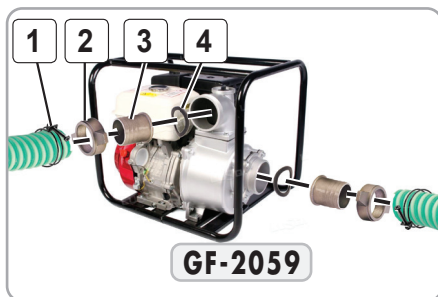

Fig.5
- pentru conectarea motopompei trebuie sa folositi furtune de aspiratie/refulare cu armatura neexpansibila fixate cu colierele (se achizitioneaza separat) (Fig.5);